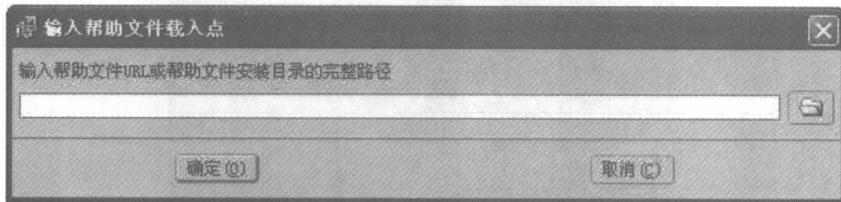

图 1-21
Step 10 在出现的如图 1-21 所示的帮助文件搜索路径中输入浏览器所在的路径。